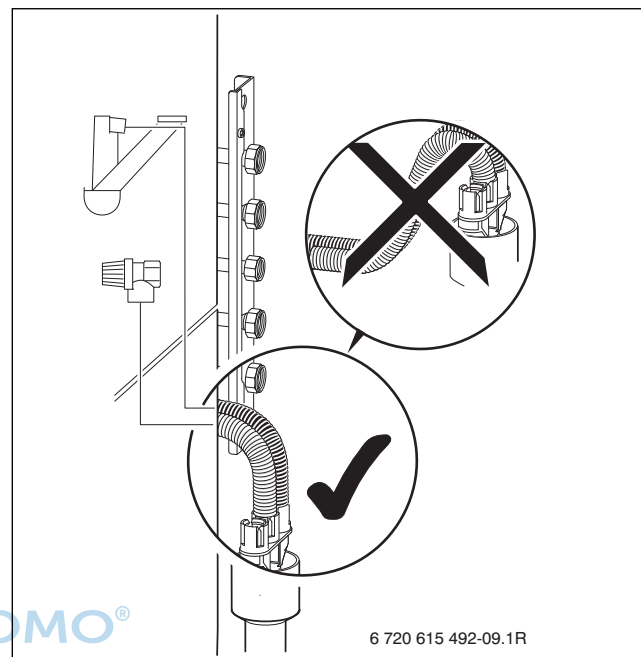

Bild 32
- Schlauch vom Sicherheitsventil an Ablaufgarnitur anschließen (→ Bild 32, Seite 39).